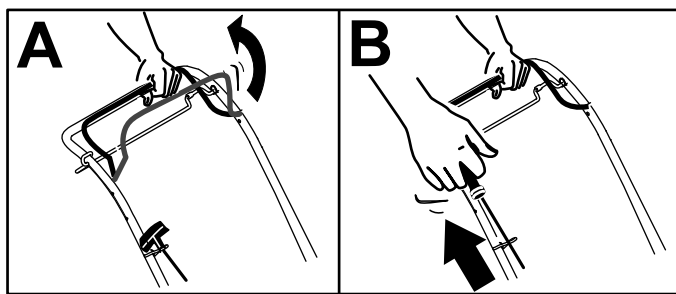

Figure 12
1. Maintenez la barre de commande de la lame contre le guidon (A de Figure 12).
2. Tirez la poignée du lanceur (B de Figure 12).